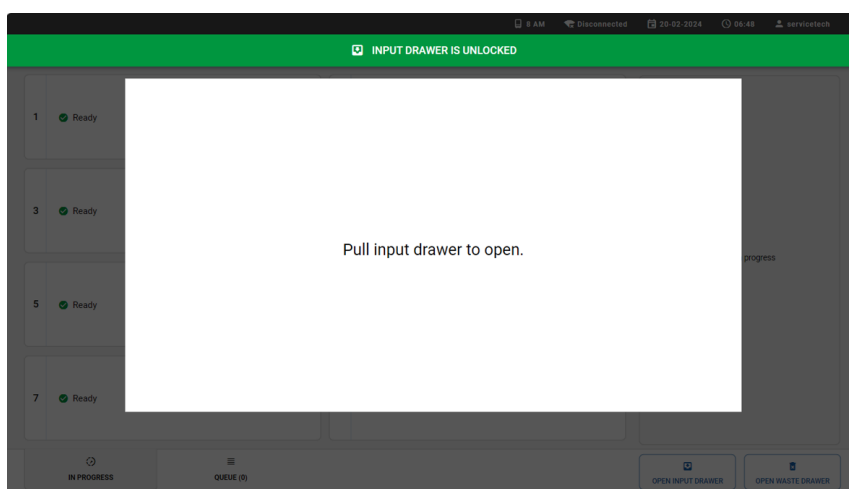

Bild 13. Dialogrutan Input drawer (Inmatningslåda) öppen.
5. Dra ut inmatningslådan för att öppna den när du uppmanas till det (Bild 13). Det kan det ta en stund för lådan att låsas upp beroende på instrumentets status. Observera att inmatningslådan automatiskt låses om ingen interaktion utförs.